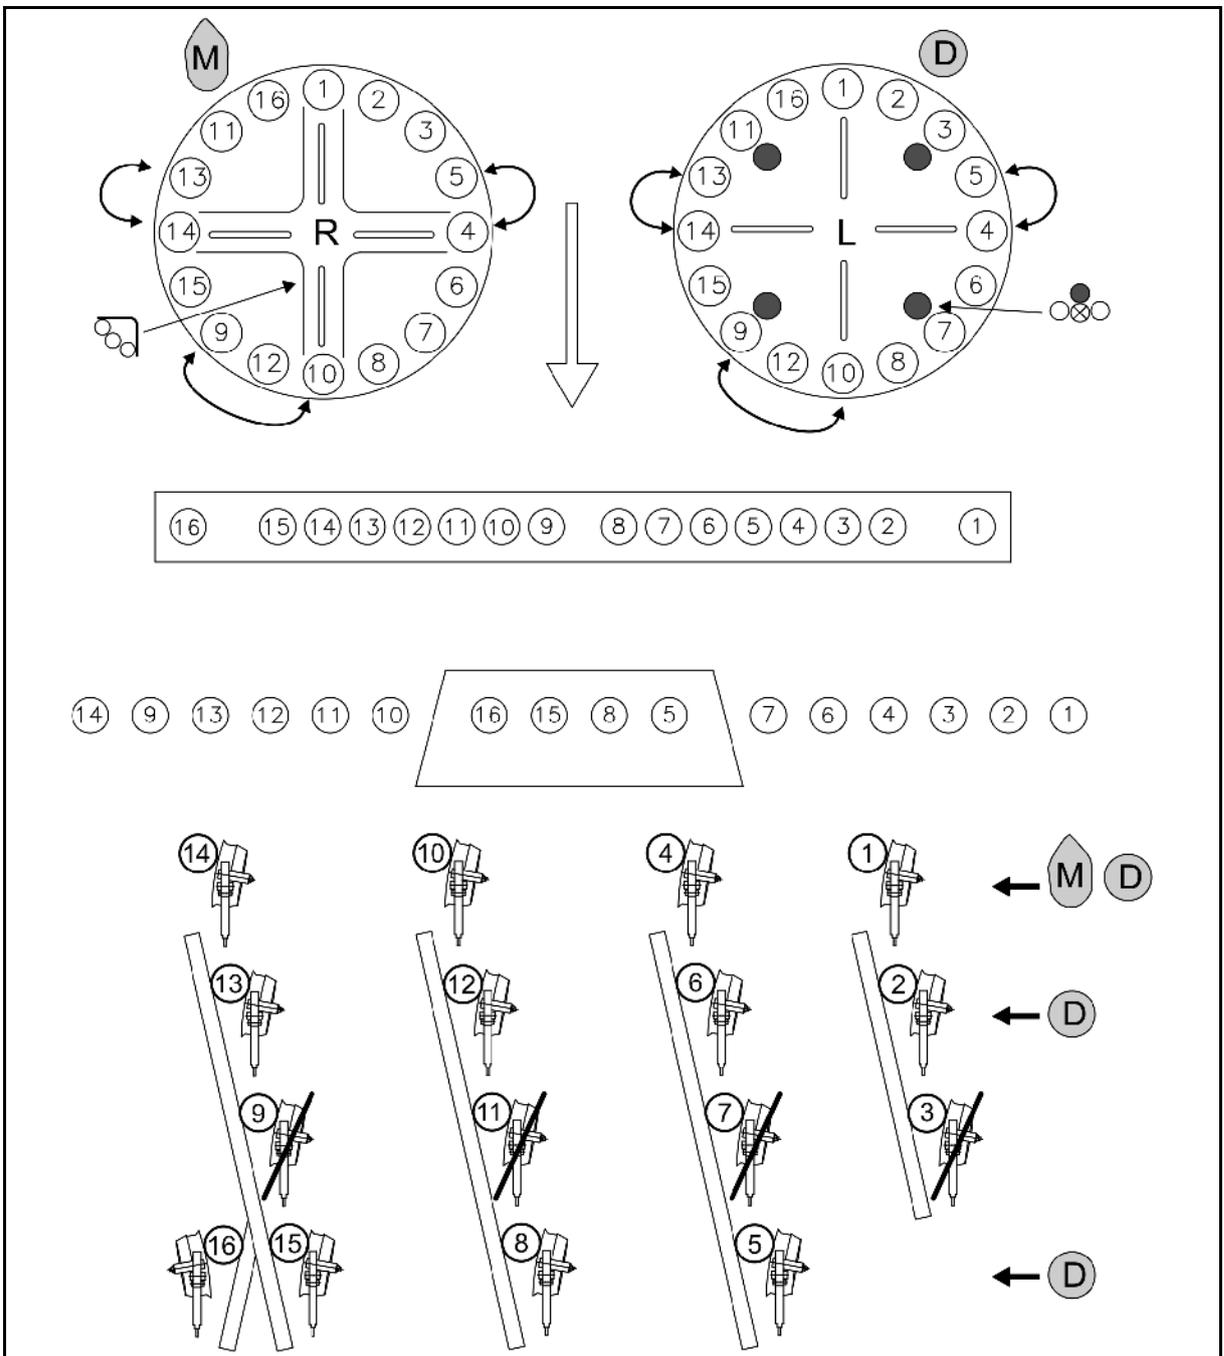

Fig. 41
- Maïs ^M : Monter la tôle de fermeture conformément à Fig. 41.
- Engrais ^D : monter les bouchons de fermeture conformément à Fig. 41.